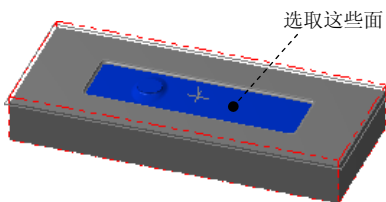
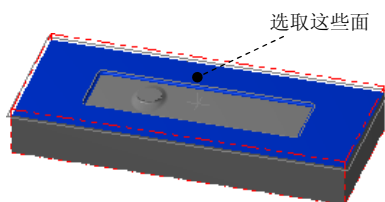

图 7.21 选取加工面
图 7.22 选取干涉面
Step2. 设置加工区域。在图形区中选取图 7.21 所示的曲面 (共 9 个), 然后按 Enter 键, 系统弹出“刀具路径的曲面选取”对话框。然后单击 **干涉面** 区域中的  按钮, 选取图 7.22 所示的面 (共 9 个) 为干涉面, 然后按 Enter 键。单击  按钮完成加工区域的设置, 同时系统弹出“曲面精加工浅平面”对话框。